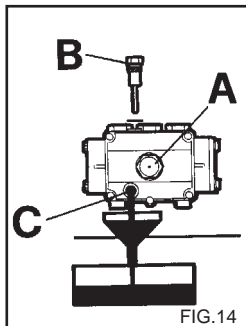

FIG.14
- 2) Skruva loss pluggen med mätstickan (fig. 14).